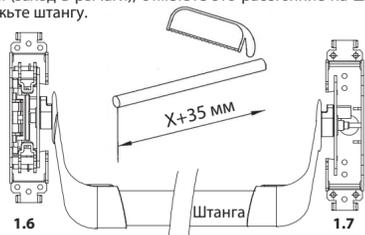

Рис.5
Открутите четыре винта крепления декоративного чехла и снимите его. Рычаг крепления штанги должен находиться в нижнем положении. Просверлите отверстия под механизмы крепления согласно сделанной разметки. Закрепите механизмы крепления 1.6 и 1.7 на дверном полотне. Измерьте расстояние между рычагами (X) (Рис.5), прибавьте к длине X+70 мм (заход в рычаги), отметьте это расстояние на штанге и отрежьте штангу.